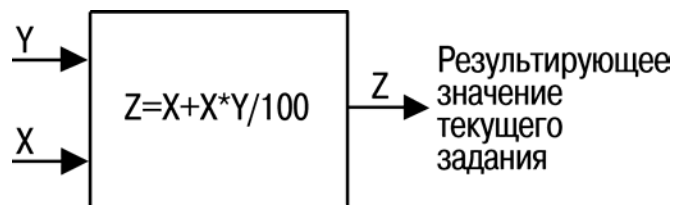

Рисунок 3.4
Сумма фиксированной и переменной величин (обозначена Y на рисунке 3.4) умножается на фактическое задание (обозначено X на рисунке). Это произведение добавляется к действующему заданию: $[X + (X) \times (Y / 100)]$, рисунок 3.4.